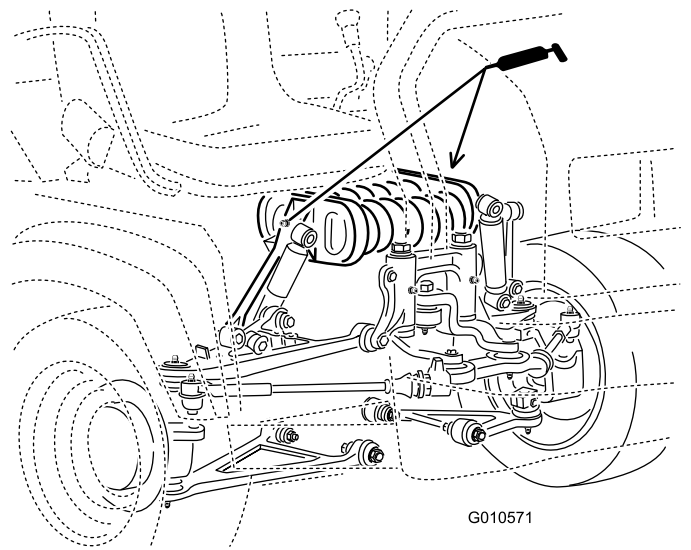

Figura 30
- **Torre de mola (2);** consulte Figura 30